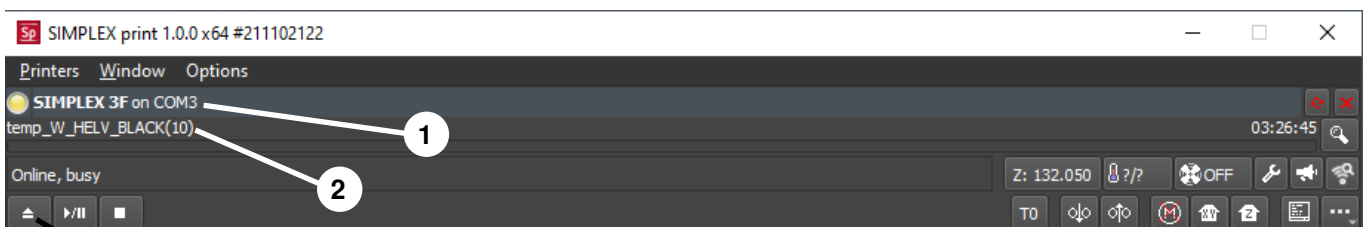

図 67
- ◆ ステータスバーにSIMPLEXが表示されます (1、図67)。
⇒ ロードボタン (3、図67) をクリックして、Gコードを選択し、ロードします。
- ◆ 対応するファイル名がステータスバーに表示されます(2, 図67)